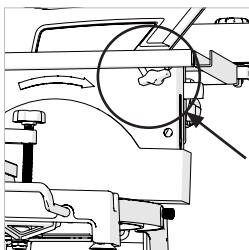

Fig. 4
- Desaperte o parafuso de ajuste da altura da mesa. **(Fig.4)**